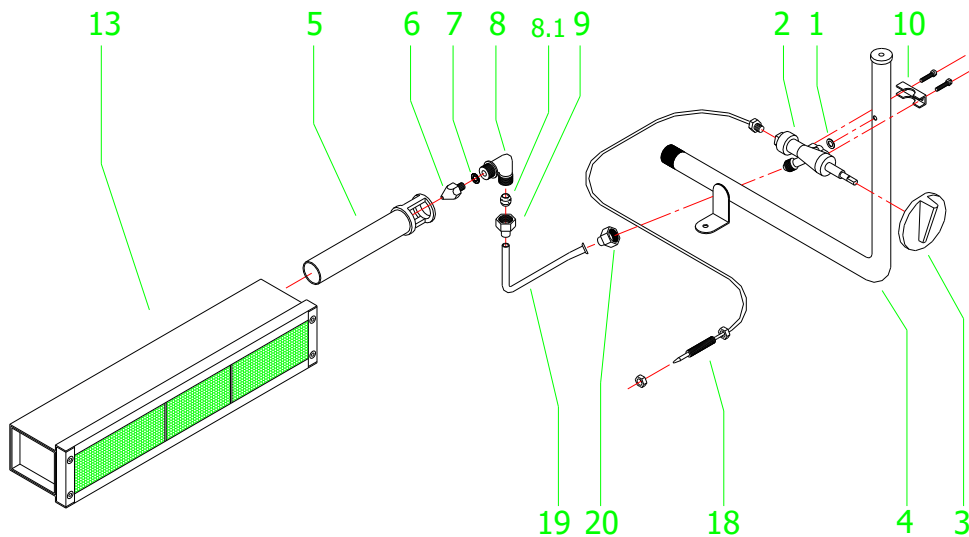

Abbildung 11
- e) Entnehmen sie das Rohr (12) und das entsprechende Thermoelement der Düse des auszuwechselnden Brenners (13) (siehe Abb.11), indem Sie die Schrauben beseitigen (11) und (14).
- f) Ziehen Sie nun den Winkelstutzen nach außen (8), um das Venturiventil des Brenners entnehmen zu können, indem Sie dabei alle Schrauben abmachen, die den Brenner(16) an seine Halterung fixieren (17).